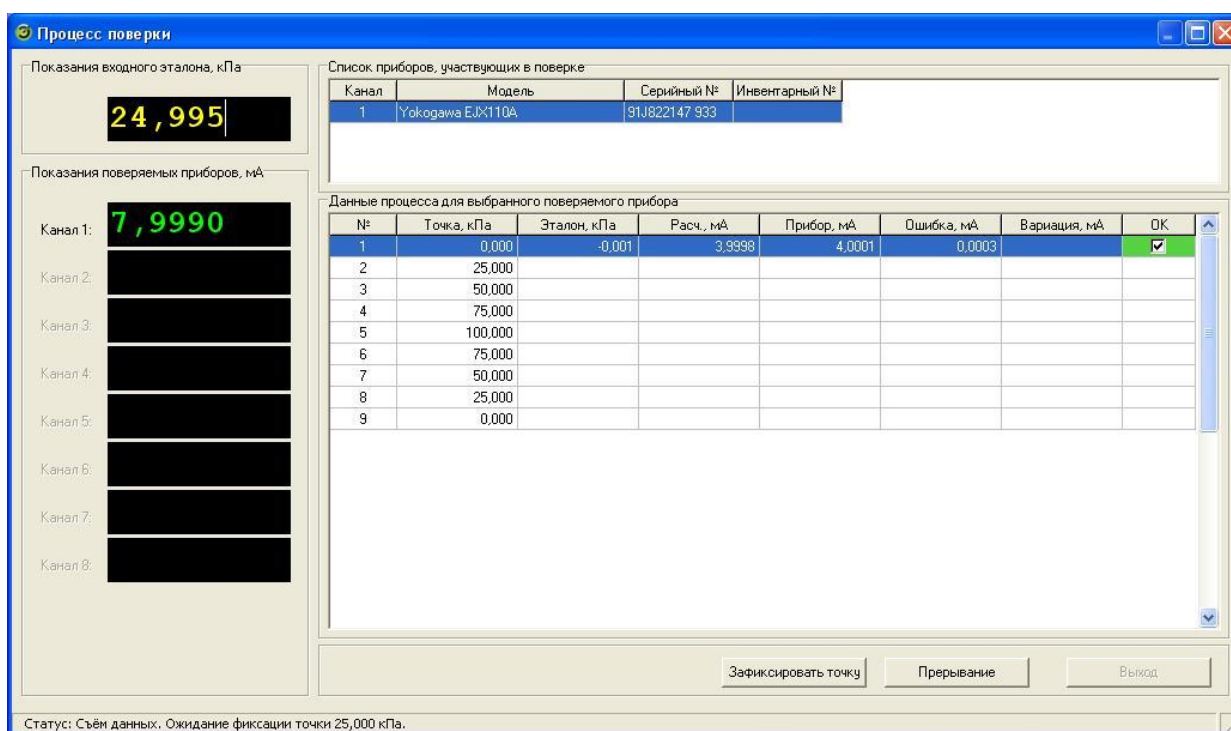

Рисунок 3.6.10 – Ручной съём данных
- В случае использования в процессе поверки входного эталона, не поддерживающего автоматический съем данных (Внешний контроллер), панель используется для ручного ввода поверителем показаний эталона в единицах давления поверяемых приборов (рисунок 3.6.10).